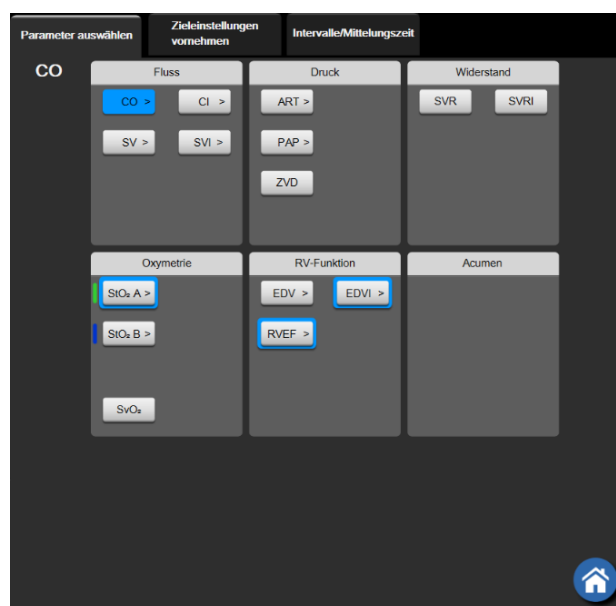

Abbildung 5-4 Beispiel für die Auswahl von Hauptparametern im Kachel-Konfigurationsmenü
- 2 Im Kachel-Konfigurationsmenü ist der ausgewählte Parameter farbig hervorgehoben und sind die anderen aktuell angezeigten Parameter farbig umrahmt. Die zur Verfügung stehenden Parameter werden ohne Hervorhebung angezeigt. In Abbildung 5-4 ist die Registerkarte „Parameterauswahl“ des Konfigurationsmenüs dargestellt, das bei der Auswahl kontinuierlicher Parameter und während der Überwachung mit dem HemoSphere Swan-Ganz-Modul angezeigt wird. Das Erscheinungsbild dieses Fensters bei der Überwachung mit anderen HemoSphere-Modulen bzw. -Kabeln variiert wie in Abbildung 5-4 dargestellt.
Parameter werden in Kategorien eingeteilt. Die verfügbaren Kategorien basieren auf dem aktuellen Überwachungsmodus. Die im Folgenden beschriebenen Kategorien sind gruppiert und erscheinen im Konfigurationsmenü zur Parameterauswahl. Siehe Abbildung 5-4.